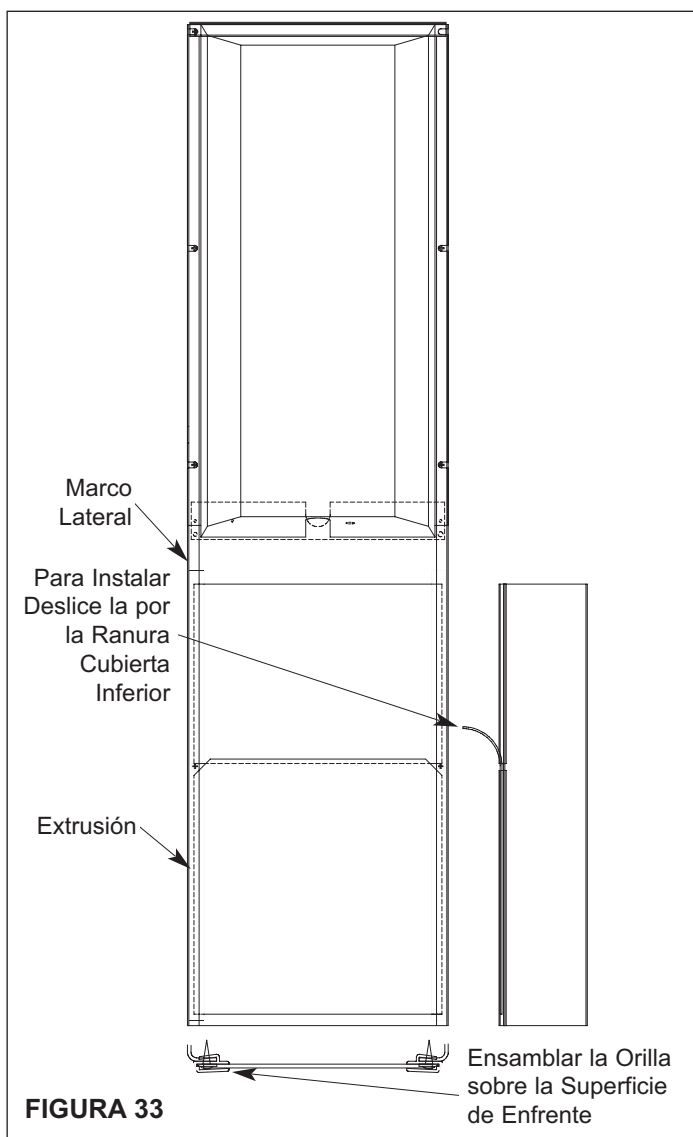

FIGURA 33
4. La sección inferior es fácil de quitar para obtener acceso a objetos en la parte inferior del marco lateral, Figura 33.